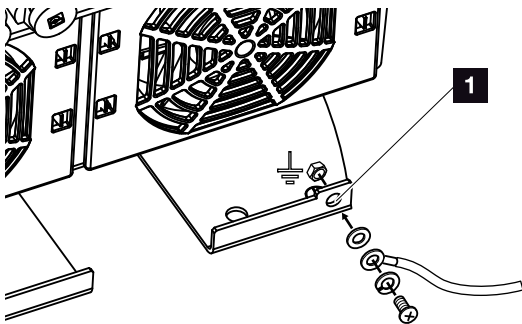

Bild 24: Landsspecifik utvändig PE-anslutning
11. I länder där en andra PE-anslutning föreskrivs ska du ansluta denna på markerad plats på höljet (utvändigt). **☑ Bild 24, Pos. 1**